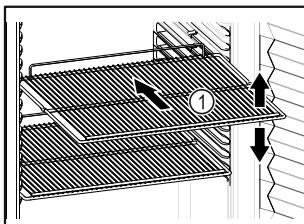

Fig. 71 Ενδεικτική απεικόνιση
- Εάν οι σχάρες Fig. 71 (1) είναι ρυθμιζόμενες, προσαρμόστε τα ανάλογα με το ύψος.